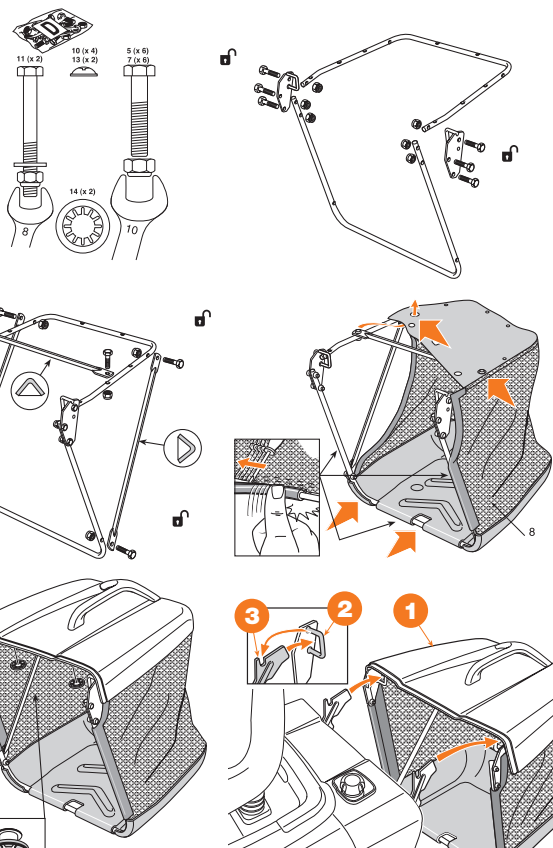

Рис. 8
- Закрепить контейнер для сбора травы **1**, вставив два крепления **2** в отверстия на двух опорах **3** (Рис. 8).